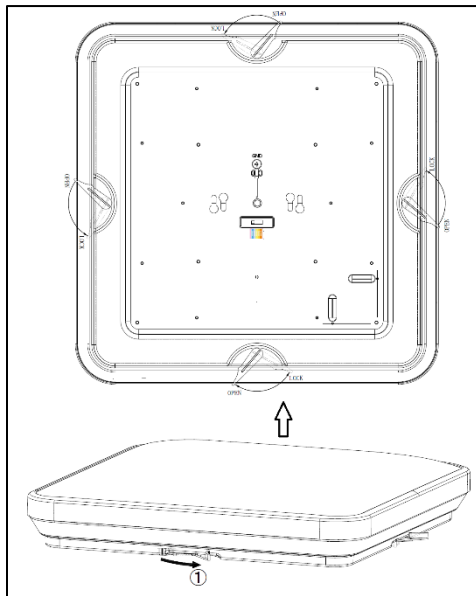

Figure 4
5. À partir d'une surface plane, retirez le diffuseur (4) en tournant les 4 clips (7) en position OUVERTE, puis retirez le diffuseur du boîtier (2) en le soulevant vers le haut. (Voir Figure 4)